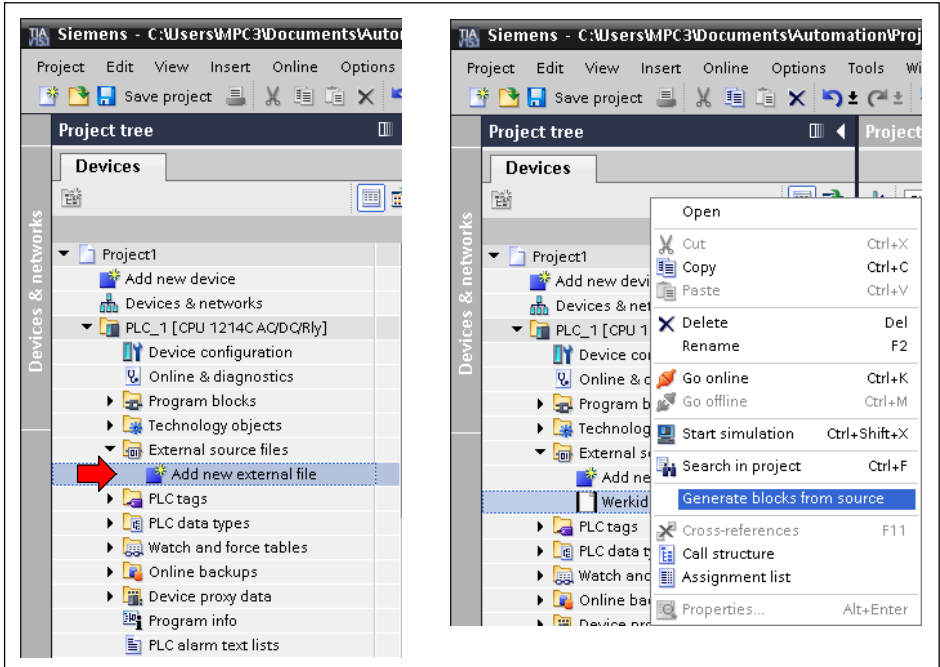

Fig. 4.17 Ajout du fichier Werkid.scl et génération de blocs fonctions
- ▶ Dans le projet sous votre API, ouvrez **PLC_x** → **External Source files** (Fig. 4.17 image de gauche).
- ▶ Faites un double clic sur **Add new external file** (Fig. 4.17 image de gauche).
- Le fichier apparaît sous forme d'entrée à l'issue de l'ouverture (Fig. 4.17 image de droite).
- ▶ Dans le menu contextuel, cliquez sur l'entrée « WorkID.scl » **Generate blocks from source** (Fig. 4.17 image de droite).